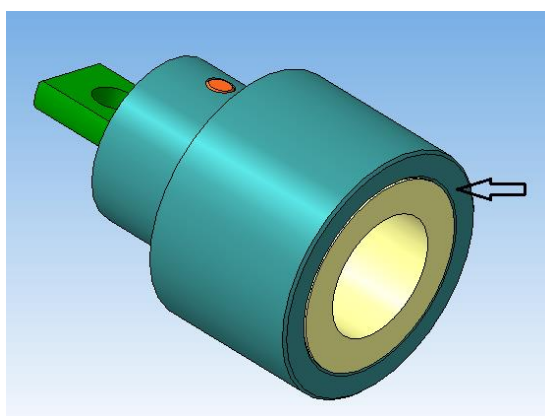

Рисунок 70.
1. Выбираем нижний торец корпуса (рисунок 70).